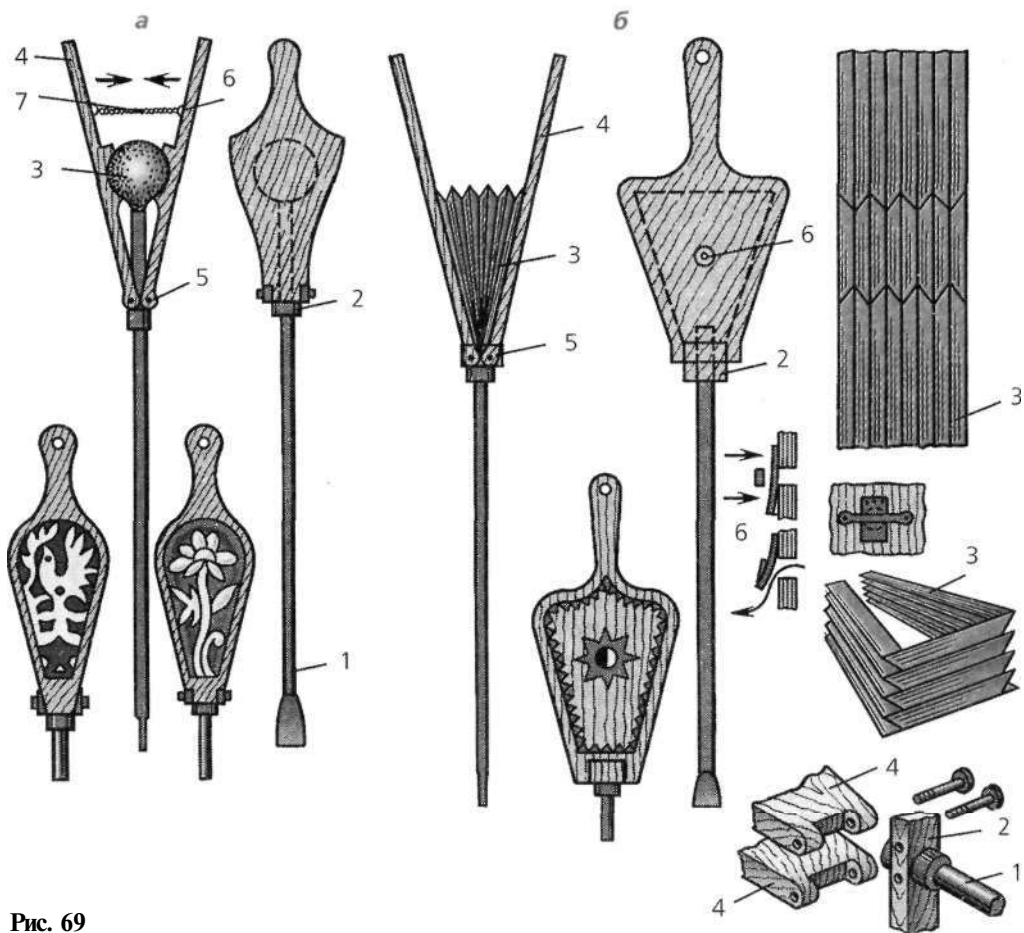

Рис. 69
**Печные мехи.** Иногда в печь попадают сырые дрова, и тогда разжечь их бывает не так-то просто. Просовывать голову в печь и раздуть пламя губами не совсем удобно. Некоторые умельцы мастерили на такой случай мехи наподобие каминных. Когда дрова плохо разгораются, подобные мехи могут выручить предусмотрительных хозяев. Если русская **печь** постоянно совершенствуется, то почему не должны совершенствоваться и становиться более разнообразными инструменты, обслуживающие ее. Изготовить хотя бы самые простые мехи вполне можно своими руками. Обычные мехи состоят из трубки, или сопла (рис. 69, б 1), колодки (рис. 69, б 2), гармошки (рис. 69, б 3) и двух клиновидных деревянных планок с рукоятками на концах (рис. 69, б 4). Трубка жестко соединена с колодкой, к которой
на шарнирах (рис. 69, б 5) крепятся клиновидные планки. Между ними прибита кожаная гармошка. В одной из планок сделан клапан, через который в мехи поступает воздух (рис. 69, б 6).
Используя вместо кожаной гармошки резиновую грушу, можно сравнительно легко сделать небольшие мехи, которые во время работы можно держать в одной руке (рис. 69, а). Грушу, (рис. 69, а 3) имеющую клапан, вставляют в металлическую трубку (рис. 69, а 1). Клиновидные планки соединяют друг с другом на шарнирах или с помощью петель (рис. 69,
а 5). На трубку набивают с одного конца ограничительную шайбу (рис. 69, а 2). В планках вырезают сферические углубления, соответствующие размерам и формам груши. Чтобы планки плотно прилегали к груше, в каждую из них вбивают по скобе (рис. 69, а 6), к которой привязывают ограничительную бечевку или прикрепляют цепочку (рис. 69, а 7). На концах планок вырезают рукоятки (рис. 69, а 4).